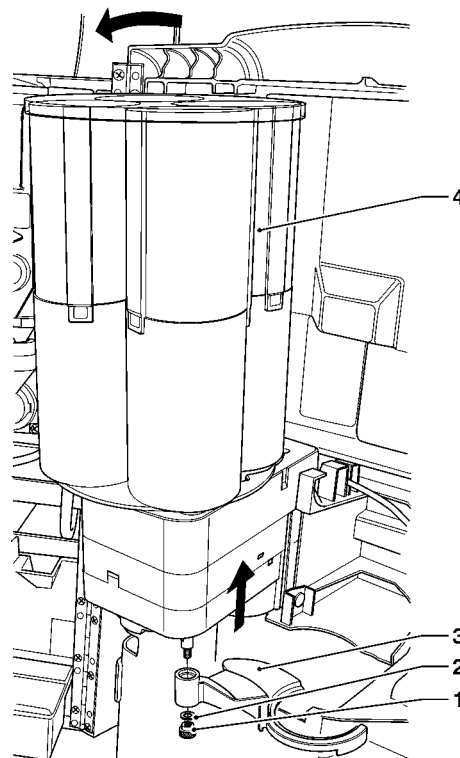

Fig. 7
- sollevare leggermente il distributore bicchieri e reclinarlo (vedi fig. 7);